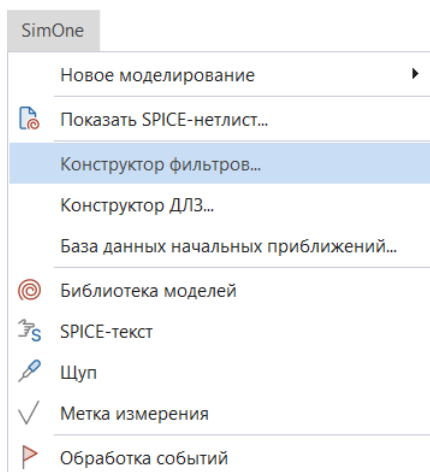

Рис. 159 Вызов конструктора фильтров из главного меню
- Через главное меню: «SimOne» → «Конструктор фильтров...», см. Рис. 159.